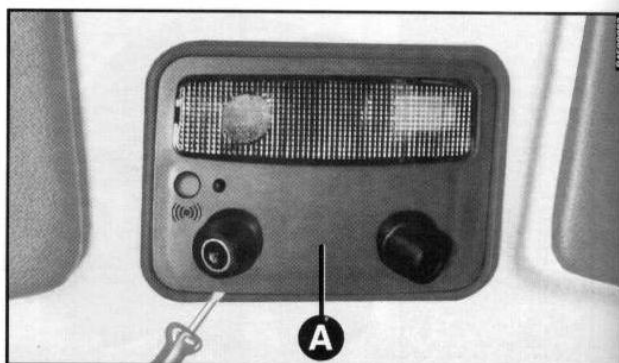

fig. 23
– com uma chave de fenda remover o conjunto da luz interna **A**-fig. 23 montada a pressão.